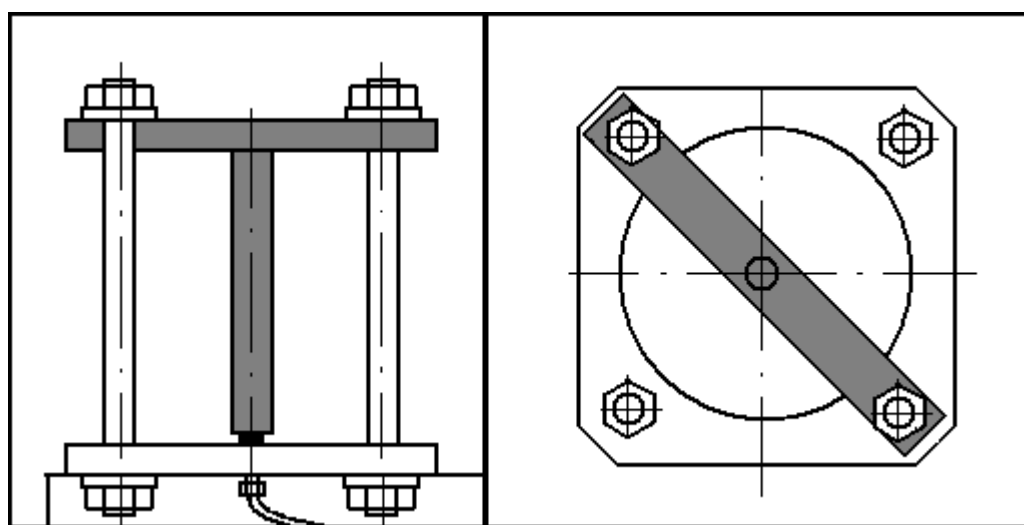

Рисунок 12 - Установка приспособления для проверки герметичности трубопроводов.
3.2.5 Для проверки герметичности трубопроводов подвода воды к испытательным камерам в комплекте установки имеется приспособление (рис. 12).